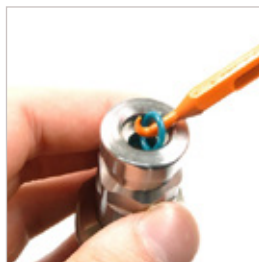

Figure 4
- ▶ Enlever la pos. 13 avec le O-Ring Picker WEH®. Art. No. 101969 de la perforation de la Pos. 12 (Figure 4)